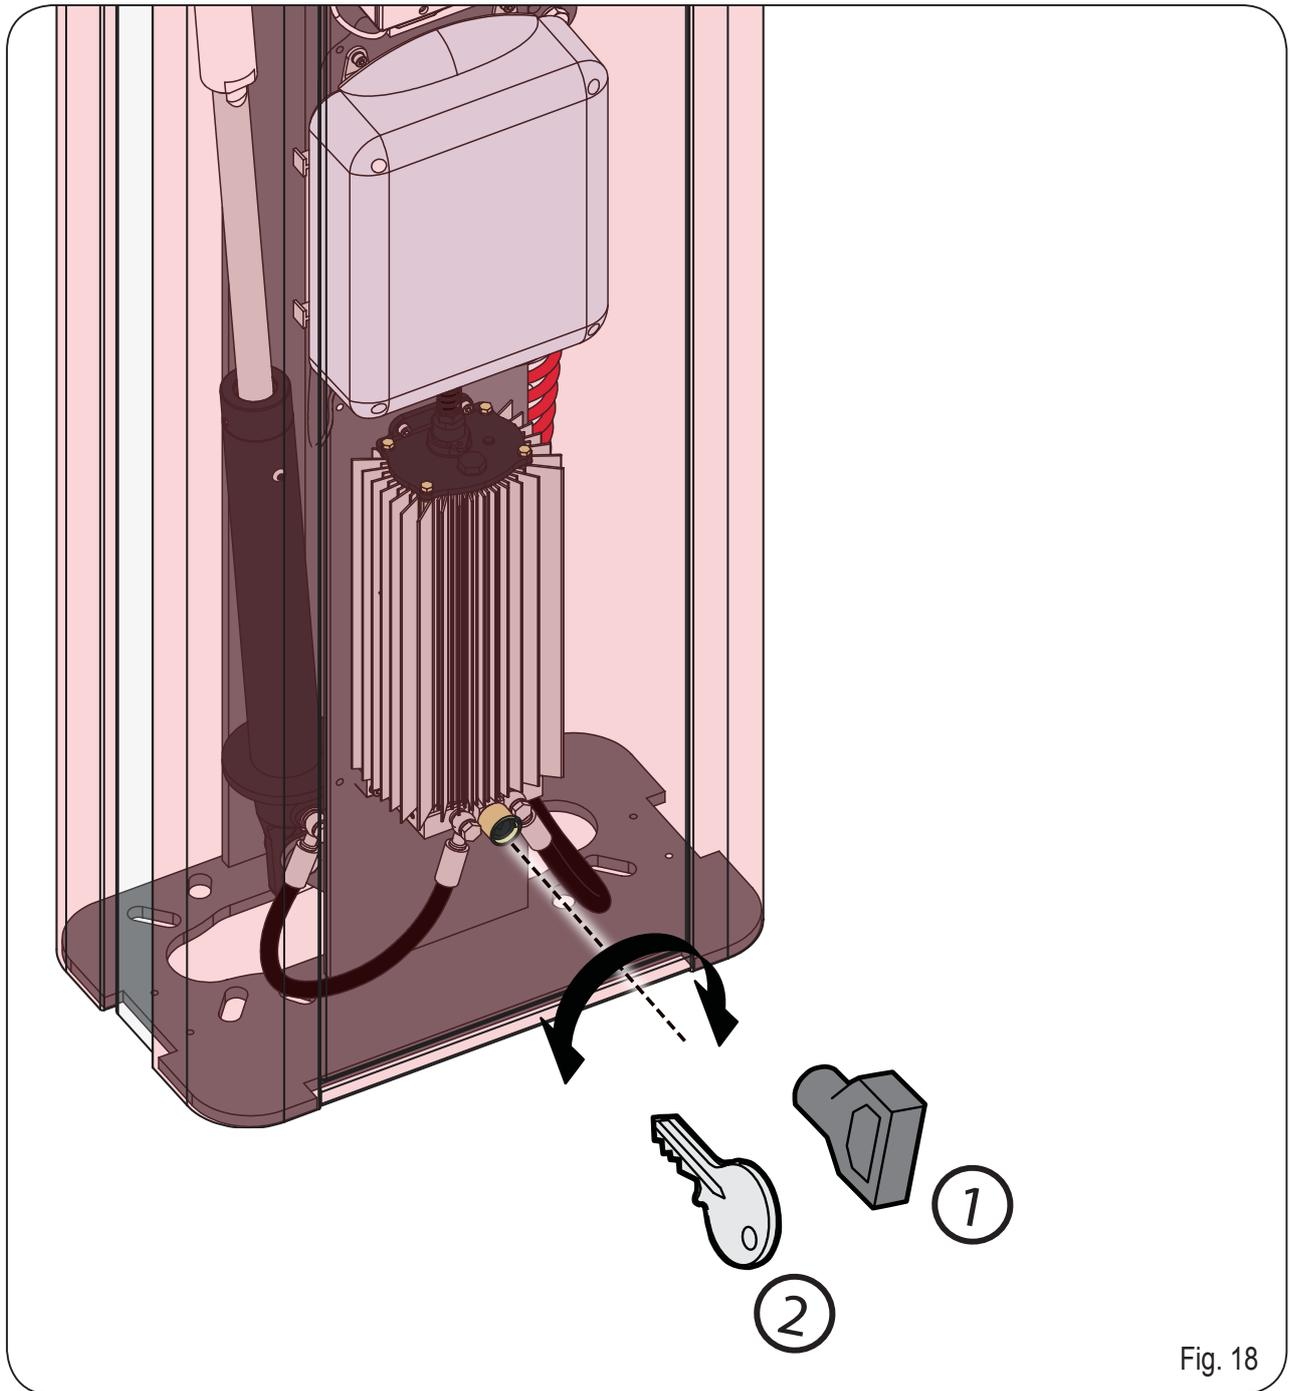

Fig. 18
La llave de desbloqueo entregada en dotación puede ser triangular (Fig. 18, ref. ①) o personalizada (Fig. 18 ref. ② opcional).
- Inserte la llave de desbloqueo en la cerradura y gire la llave en sentido antihorario hasta el tope, como en la Fig. 18
- gire la llave en sentido horario hasta el tope y extráigala (fig. 18 ref. ①).
- gire la llave en sentido horario hasta el punto en el que se pueda extraerla. (Fig. 18, ref. ②).
Als de slagboom met de hand moet worden bediend omdat de stroom is uitgevallen of het automatisch systeem niet goed werkt, moet met behulp van de bijgeleverde sleutel de ontgrendeling worden gebruikt. De bijgeleverde ontgrendelingsleutel kan driehoekig (Fig.18 ref. ①) of gepersonaliseerd zijn (Fig.18 ref. ②, optioneel).
- Steek de ontgrendelingsleutel in het slot en draai hem tegen de wijzers van de klok in tot hij niet verder kan, zoals in Fig. 18
- draai de sleutel met de wijzers van de klok mee tot hij niet verder kan, en trek hem eruit (Fig. 18 ref. ①).
- draai de sleutel met de wijzers van de klok mee tot hij niet verder kan, en trek hem eruit (Fig. 18 ref. ②).